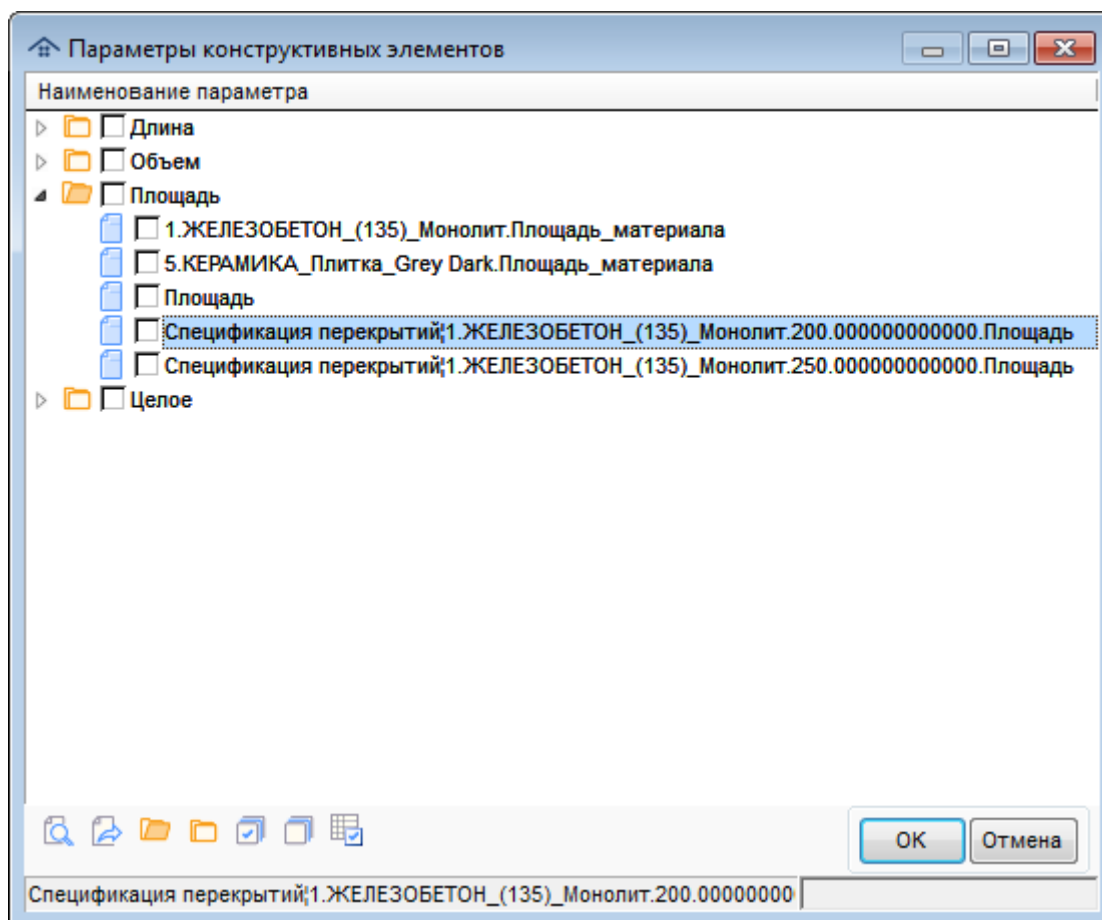

Рис. 139. Выбор параметров конструктивных элементов
- **Вставить параметры...** - позволяет вставить нужные параметры конструктивных элементов в позицию курсора. Для выбора доступны параметры элементов, сгруппированные по их типам (длина, площадь и т.п.), при этом порядок их использования совпадает с очередностью их пометки в соответствующем окне (рис. 139). Выбор элементов разных типов не допускается. В том случае, если загружены